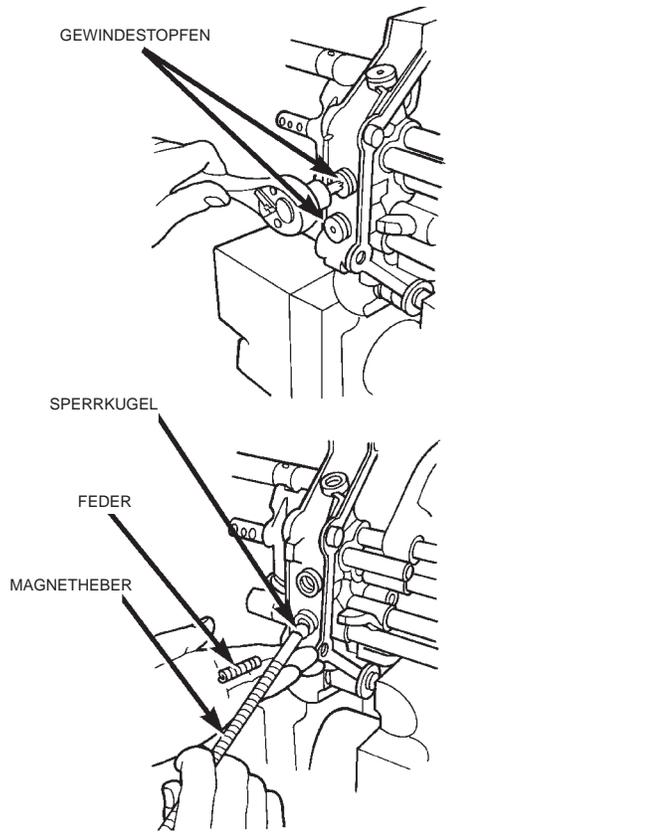

Abb. 66 Sperrkugeln und Sperrfedern ausbauen
(21) Die Gewindestopfen aus der Zwischenplatte lösen. Dann die Sperrfedern und Sperrkugeln mit einem Magnetheber aus den Bohrungen herausziehen (Abb. 66). Darauf achten, daß die Sperrfeder in der untersten Bohrung kürzer ist als die beiden anderen Federn.
(22) Die Zwischenplatte aus dem Schraubstock nehmen, um 180° drehen und auf die gleiche Weise (mit Schrauben und Unterlegscheiben) wieder in den Schraubstock einspannen.